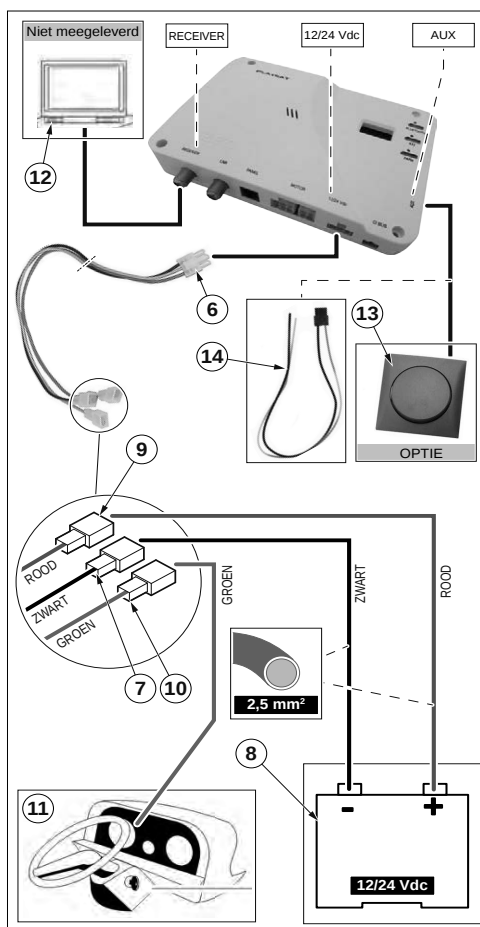

Fig. 15
4. Sluit de stekkerverbinding ("Fig. 15" - 6) van de voedingskabelbedrading aan op de "12/24 Vdc" aansluiting (4) op de bedieningsunit.